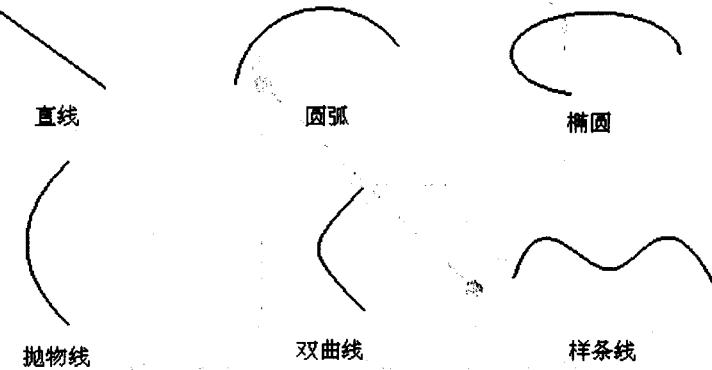

图1-1 曲线类型
- 曲线：曲线的几何元素包括直线、圆弧、椭圆、抛物线、双曲线、NURBS样条曲线，如图1-1所示。